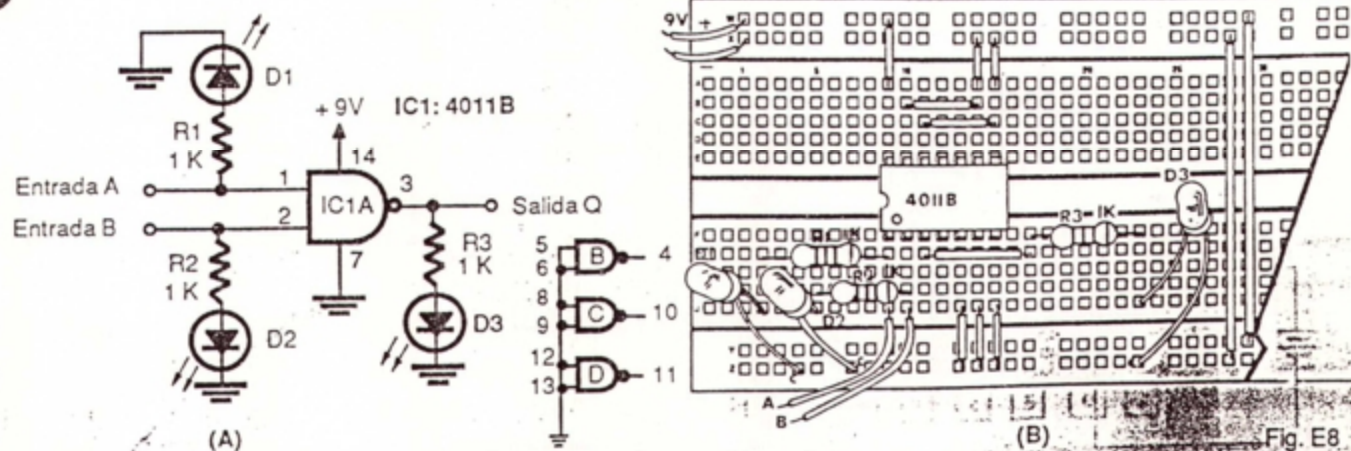

Fig. E8
**Paso 1.** Arme el circuito de la figura E8 sobre su protoboard. Conecte a tierra todas las entradas no utilizadas. Revise el circuito y corrija los posibles errores de montaje antes de conectar la batería o la fuente. Observe todas las precauciones de manipulación de los dispositivos CMOS.